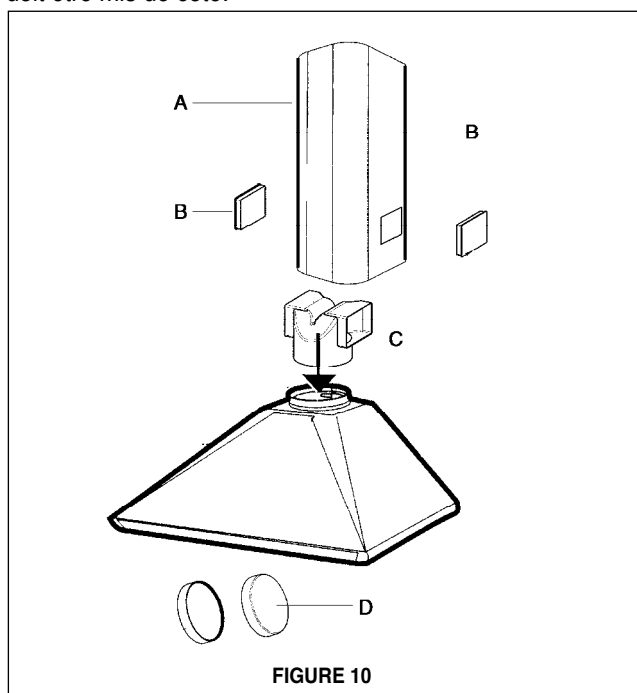

FIGURE 10
Installations sans conduit requièrent le **Kit Pour Conversion Du Conduit**. Ce nécessaire comprend un CHEMINÉE INFÉRIEURE AVEC TROUS D'ÉCHAPPEMENT D'AIR (A de la **FIGURE 10**), un DÉFLECTEUR SANS CONDUIT (C), deux GRILLES (B) pour couvrir les trous du couvercle de cheminée et deux FILTRES AU CHARBON (D). Le DÉFLECTEUR SANS CONDUIT doit être installé avant le couvercle de la CHEMINÉE INFÉRIEURE AVEC TROUS, comme à la **FIGURE 10**. Le couvercle de CHEMINÉE INFÉRIEURE SANS LES TROUS doit être mis de côté.